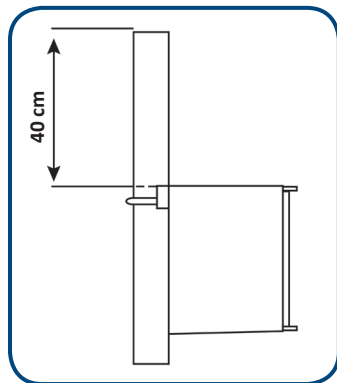

Figura 15. ALTURA DEL GABINETE EN POSTE CÓNICO
4.3.2 Ajustar la altura del gabinete. El gabinete debe estar a 40cm de la punta del poste (Ver Figura 15).